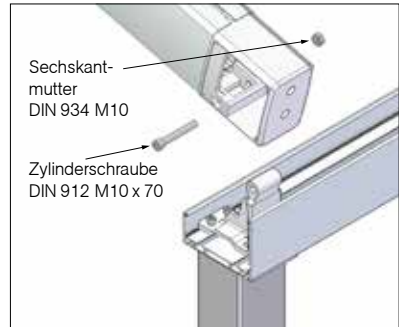

Abb. 16
- » Führungsprofil mit der Halterung in der Regenrinne verschrauben (Abb. 16)